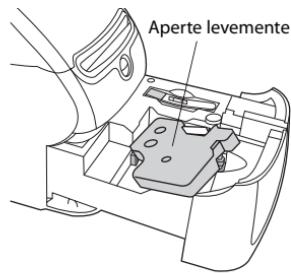

Figura 12
- 3 Insira o cassete e pressione com firmeza até ele prender no local. Verifique se a etiqueta e a fita estão posicionadas corretamente. Consulte Figura 12.